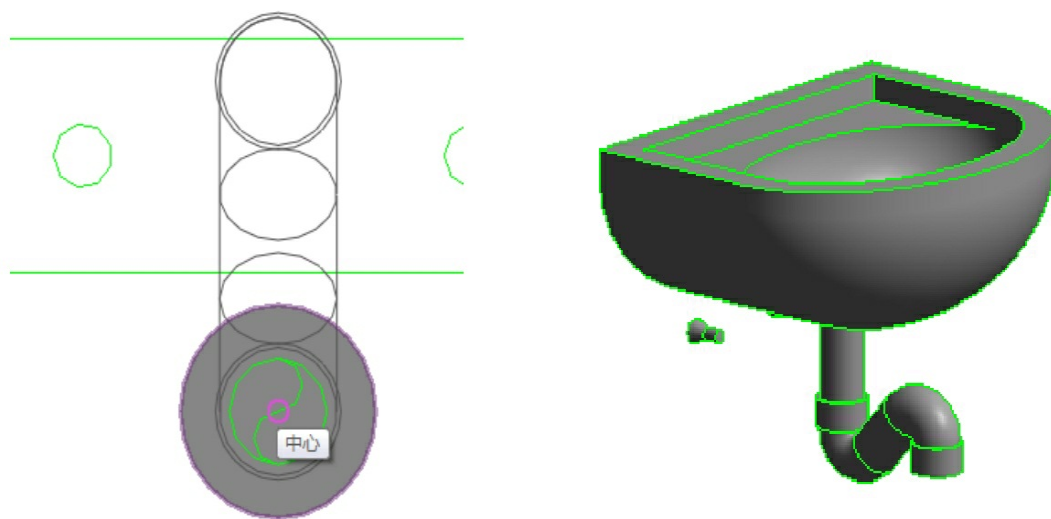

图3-114
(3) 接下来把已导入的存水弯按图3-114所示方法使弯头口和洗脸盆口重合放置。